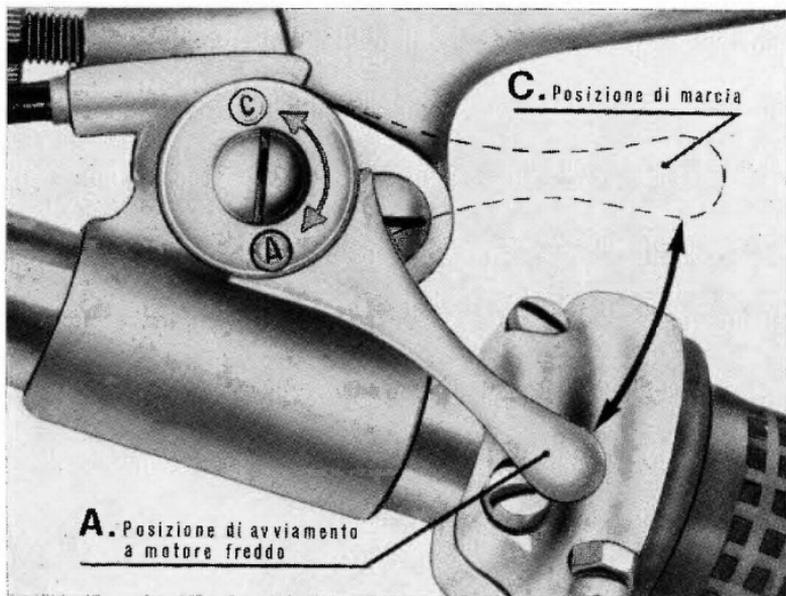

Fig. 14
**N.B. -** Se durante la marcia la leva di comando «starter» dovesse rimanere aperta (vedere freccia «A» di fig. 14 sulla leva di comando), si avrebbero difetti di carburazione con notevole aumento di consumo di carburante e, nei casi peggiori, si correrebbe il rischio di grippare a causa del lavaggio provocato dall'eccesso di benzina. Insistiamo sulla necessità di una scrupolosa osservanza di quanto sopra, perché, mentre sul «Falcone» di precedente produzione con la leva si riduceva semplicemente l'immissione di aria attraverso il carburatore, sul «Nuovo Falcone» con montato il carburatore VHB 29 A la leva stessa comanda il dispositivo di immissione supplementare di benzina.
Per la partenza a MOTORE FREDDO girare la leva in posizione di aperto (« A » di fig. 14).
Dopo qualche secondo nella stagione calda, e qualche minuto nella stagione fredda, che il motore è avviato, portare detta leva in posizione di marcia (« C » di fig. 14).